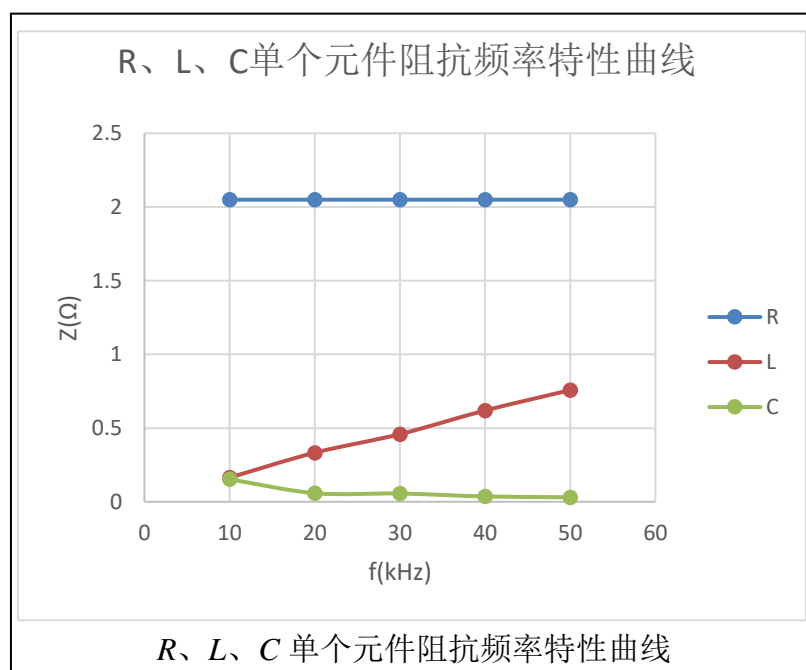

图 5.2
4) 在图 5.2 上绘制 R 、 L 、 C 单个元件阻抗频率特性曲线，**要求：**将三条曲线画在同一坐标轴中。